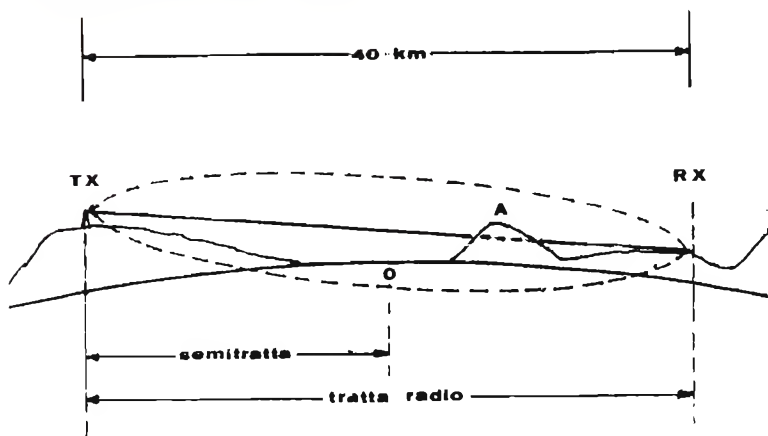

figura 29
Sia pure in condizioni piuttosto al limite della portata si desidererebbe anche servire una cittadina posta a 40 km di distanza con un profilo di tratta corrispondente a quello indicato in figura 29, ricavato per condizioni troposferiche più severe di quelle standard:  $K = 1$  anziché 1,33.
- 3) un ulteriore miglioramento si avrebbe in realtà anche quando è  $K = 1,33$ ; si ricordi infatti che la curvatura di cui alla figura 29 è tracciata per  $K = 1$  che costituisce condizione piuttosto sfavorevole.